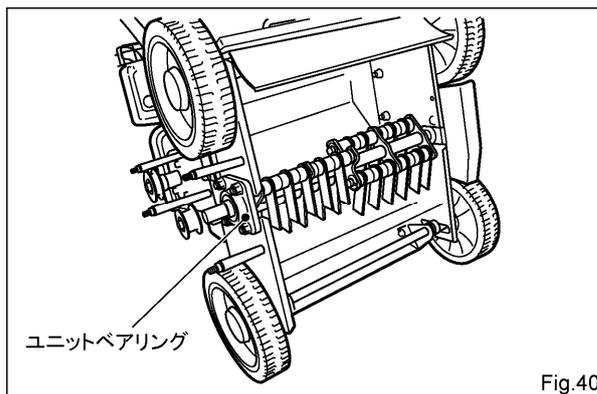

Fig.40
- (5) 本機を倒立させます。
- (6) フレイルリールを取付けている左右のユニットベアリングとガード（右側のみ）、軸カバー（右側のみ）のボルト4本を取り外してフレイルリールとユニットベアリングを同時に取外します。(Fig.40・41)